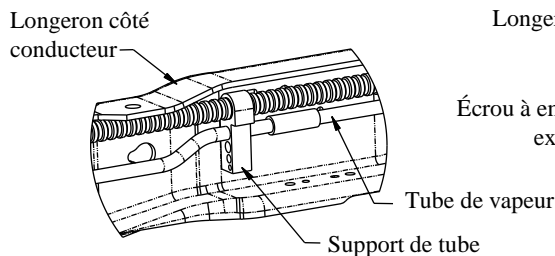
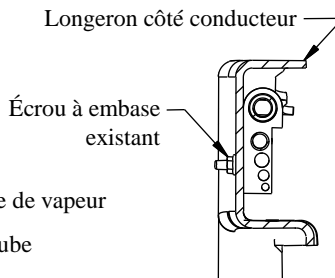
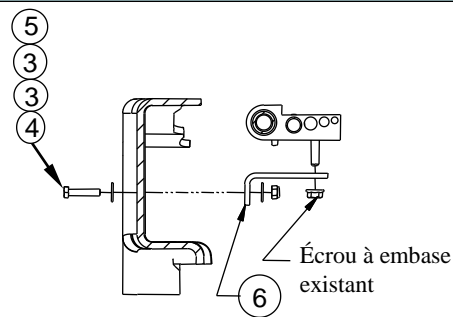

Figure 3a
Figure 3b
Figure 3c
2. **Sur véhicules équipés d'un moteur à gaz seulement - 2005 à 2010.** Le tube de vapeur qui court sur l'intérieur du longeron côté conducteur doit être repositionné avant de poser le support côté conducteur. Voir la Figure 3a. Ôter l'écrou à embase de l'extérieur du cadre et le conserver pour usage ultérieur. Voir la Figure 3b. Faire pivoter les tubes vers le haut et de façon à libérer l'accès. Poser le support en L (6) à l'aide de la visserie 1/4" (3)(4)(5), comme illustré à la Figure 3c. Serrer le support en L (6) contre le cadre, mais laisser du jeu au porte-tube pour faciliter la pose du support.
14. **Sur véhicules équipés d'un moteur à gaz seulement - 2005 à 2010.** Utiliser l'écrou à embase d'origine enlevé à l'étape 2 pour fixer le support de tube sur le support en L (7), comme illustré à la Figure 3c.